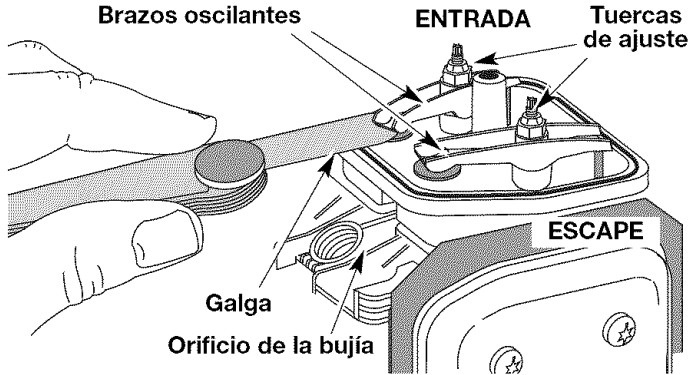

Fig. 32
- El pistón se encuentre en la parte superior de su recorrido. Mire el agujero de la bujía para ver el pistón (Fig. 32).
7. Deslice el calibrador de hoja entre el balancín y la parte superior de cada uno de los vástagos de las válvulas. Mida el huelgo entre el vástago de la válvula y el brazo oscilante (Fig. 32). Realice esto en las válvulas de entrada y de escape.
El huelgo recomendado para las válvulas de entrada y de escape es 0,076 – 0,152 mm (0,003 – 0,006 pulgadas). Use un calibrador regular de automóvil de 0,127 mm (0,005 pulgadas). El calibrador debe deslizarse entre el balancín y el vástago de la válvula con una ligera cantidad de resistencia, sin doblarse (Fig. 32 y 33).
- a. Gire la tuerca de ajuste con una llave de 8 mm (5/16 pulgadas) o una guía de tuercas (Fig. 32).